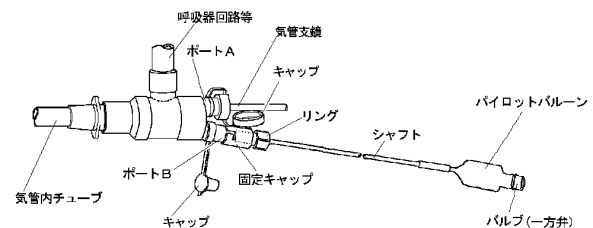

図4.
- ⑥気管支鏡下で、ブロッカーチューブのカフが気管内チューブ先端より突出するまで挿入した後、ブロッカーチューブの先端を、挿入を目的とする気管支側に向ける（ブロッカーチューブを回転させる）こと。
- ⑦気管支鏡により、ブロッカーチューブ先端（カフ）の位置が変わっていないことを確認した後、カフ内に適正量の空気を注入し、気管支をブロックすること。
- ⑧カフ膨張後、ポートBの突起に固定キャップのスリットを入れ込みながら、右に回して装着（ロック）し、さらに固定キャップのリングを右に回して、ブロッカーチューブをシーベルコネクタに固定すること。（図4参照）